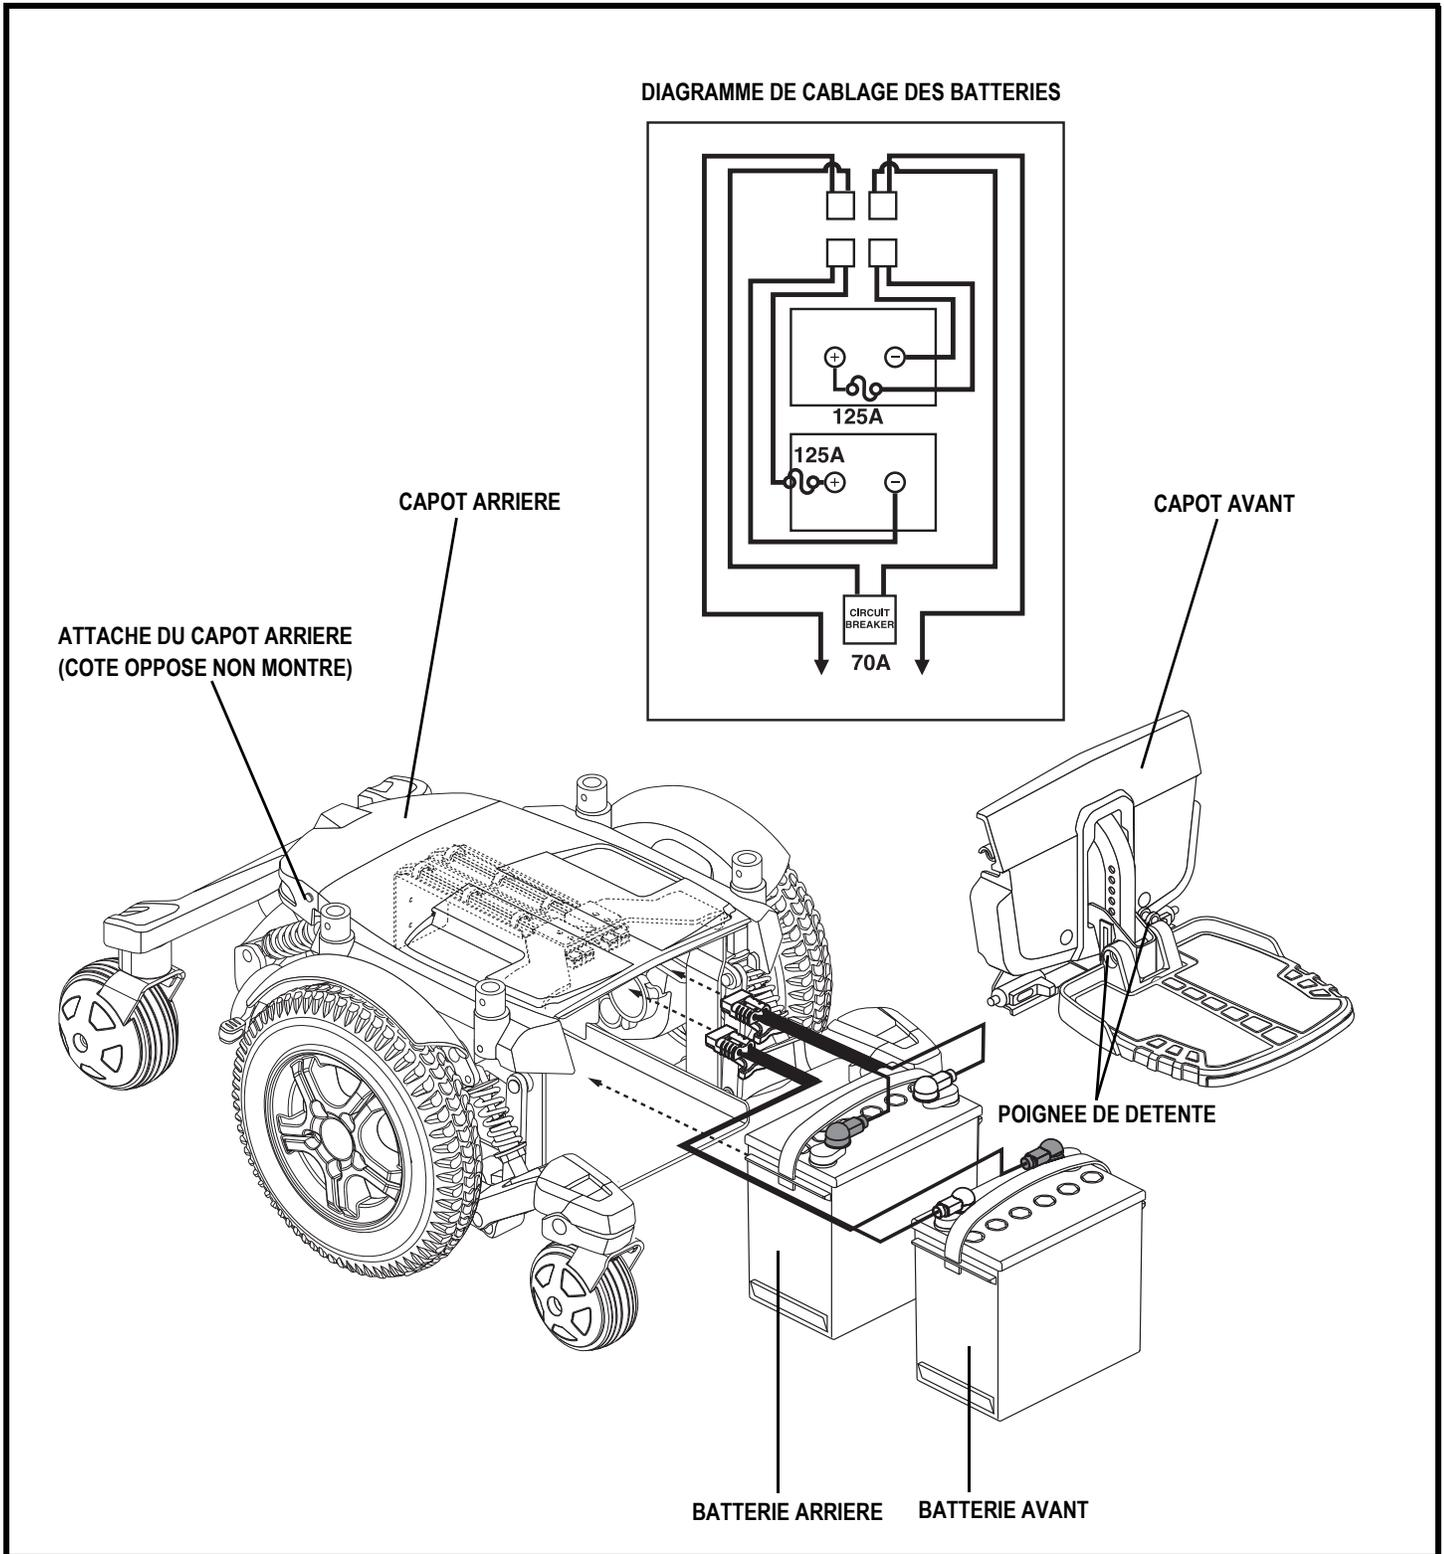

Figure 27. Installation des Batteries
3. Retirez le capot avant et la plate-forme de pied en appuyant sur les poignées de dégagement (**voir figure 27**) et en soulevant le support de la plate-forme de pied vers le haut et loin de la base motorisée.
7. Installez le fil sur la batterie avant selon le diagramme de branchement. **Voir la figure 27.**
8. Installez le fil sur la batterie arrière selon le diagramme de branchement. **Voir la figure 27.**